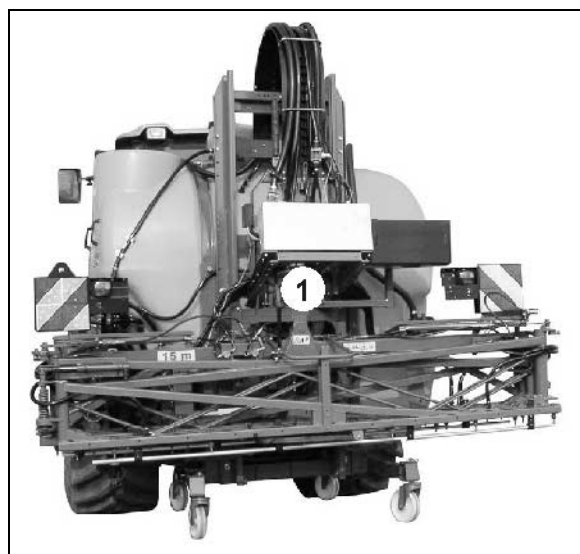

Fig. 112
11. Afmonter samtlige sprøjteslanger fra delbreddeventilerne (Fig. 112/1) og blæs dem rene med trykluft.